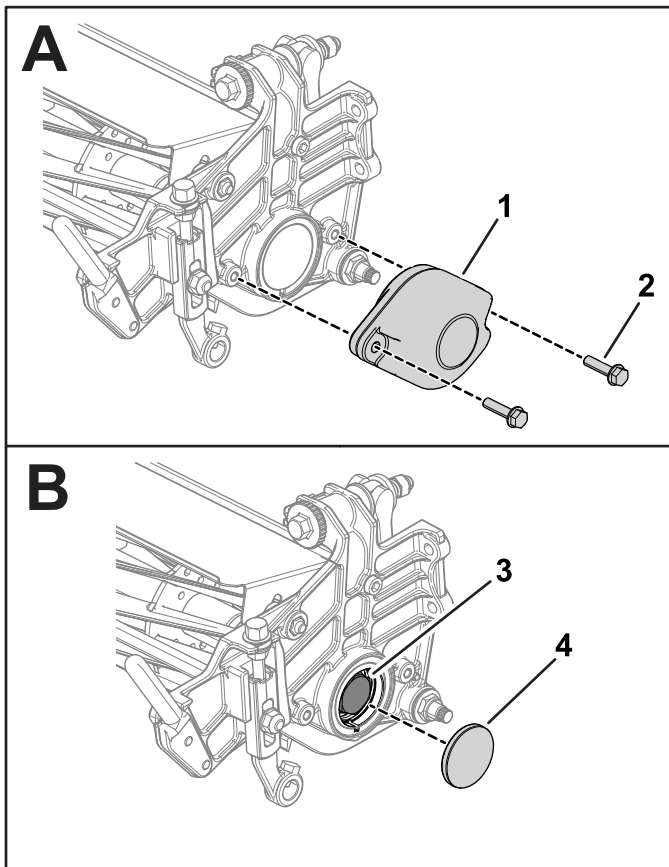

Figura 3
3. Retire los tornillos de ajuste de la altura de corte y los tornillos de montaje del rodillo de los brazos de ajuste de la altura de corte (Figura 3).
4. Retire los 2 pernos (5/16" x 2¼") de las 2 tuercas (retenidas por la placa lateral) que sujetan el contrapeso a la placa lateral de la unidad de corte. Retire el contrapeso (Figura 3).
- Retire el tapón para tener acceso a la tuerca del cojinete (Figura 3).
- Retire la tuerca del cojinete del eje del molinete (Figura 3).